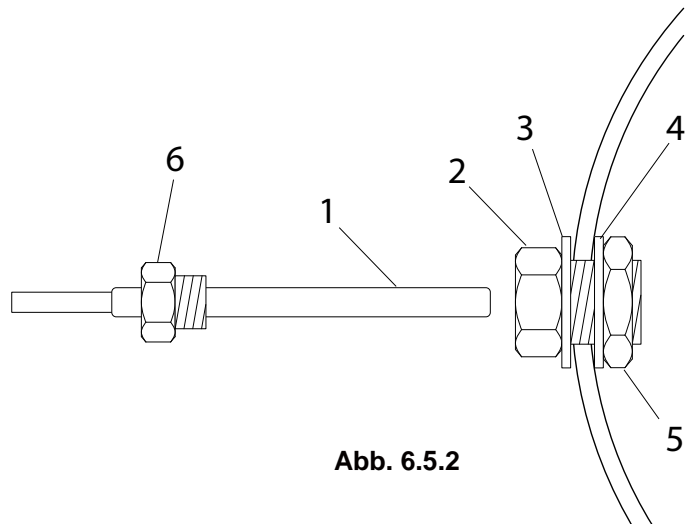

Abb. 6.5.2
- 2) den Sondenhalter (2) im Rohr mit der Scheibe (3) einsetzen (Abb. 6.5.2);
- 3) aus der inneren Seite des Rohres die Scheibe (4) einsetzen und den Bolzen (5) am Sondenhalter (2) anschrauben;
- 4) die Sonde (1) in der Sondenbefestigung (6) einsetzen;
- 5) die Sonde (1) im Sondenhalter einsetzen, und sie beim anschrauben der Sondebefestigung (6) fixieren, während der Sondenhalter (2) festgehalten wird.